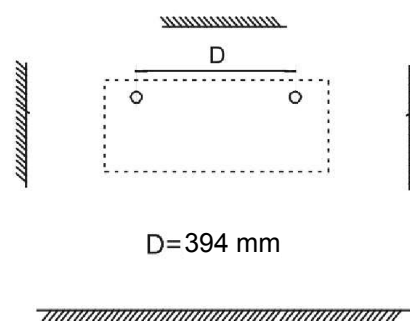

FIGURA 2
2. Fazer dois furos adequados do tamanho do Fisher 8 mm na parede. (figura 2) - D= 394 mm